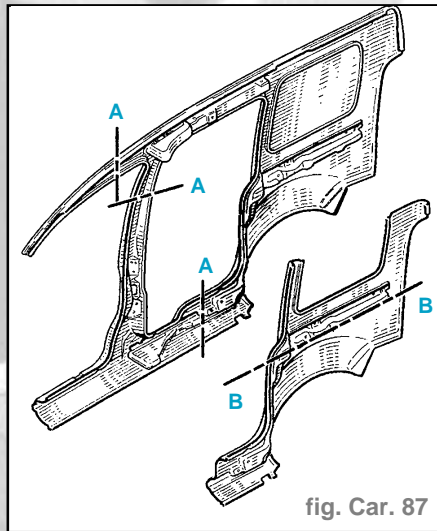

fig. Car. 87
- Pour la version tôlée, cette pièce peut être remplacée de deux façons (voir coupes sur le dessin ci-dessous) (fig. Car. 87) :